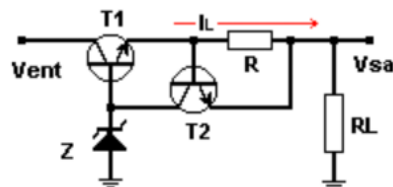

Figura 2. Protección de sobre-corriente
- Al regulador lineal se le añadirá una protección de sobre-corriente como la mostrada en la figura 2.